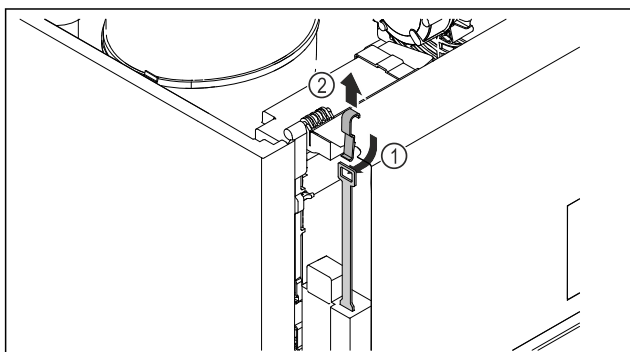

Fig. 209
- ▶ Εισαγάγετε το κλειδί έκτακτης ανάγκης από επάνω Fig. 209 (1), αγκιστρώστε το στην κλειδαριά και τραβήξτε το προς τα επάνω Fig. 209 (2).